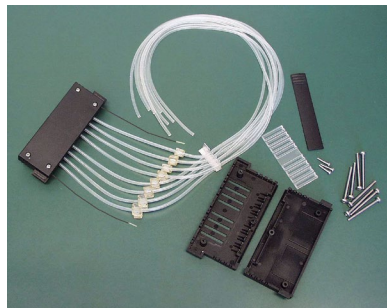

Figure 5–41. Pièces appartenant à la partie supérieure de la cassette de distribution
7. Placez le regard plastique avec les rainures pointées vers le haut sur le cache du fond de la partie supérieure de la cassette de distribution, s'il n'est pas déjà en place (Figure 5–42).